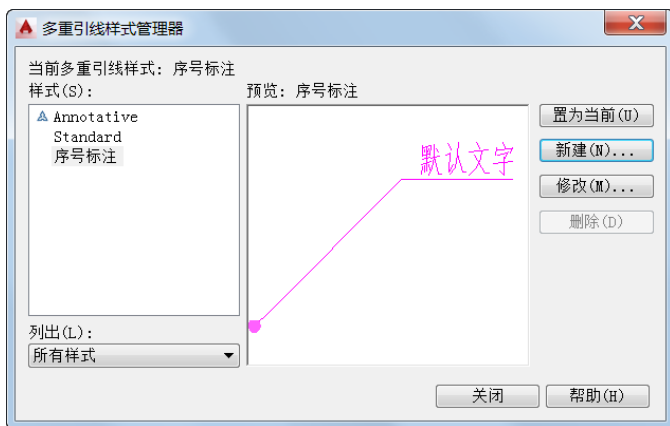

图 8-46 “多重引线样式管理器”对话框
⑦ 在“修改多重引线样式”对话框中单击“确定”按钮，返回到“多重引线样式管理器”对话框，此时在“样式”列表框中可以看到新创建的多重引线样式，如图 8-46 所示。